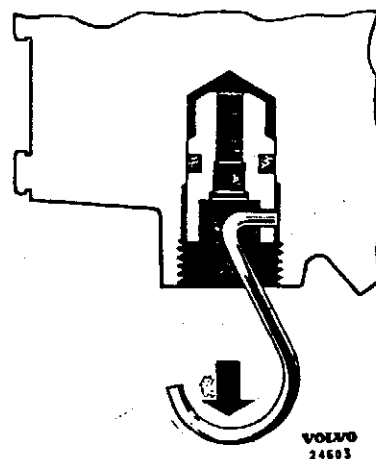

Abb. 13 Ausbau des Ventilsitzes, Reduzierventil
- Schraube lösen, Feder (11) und Ventilkegel (12) herausnehmen. Ventilsitz (10) mit einem kleinen Haken herausziehen, siehe Abb. 13.